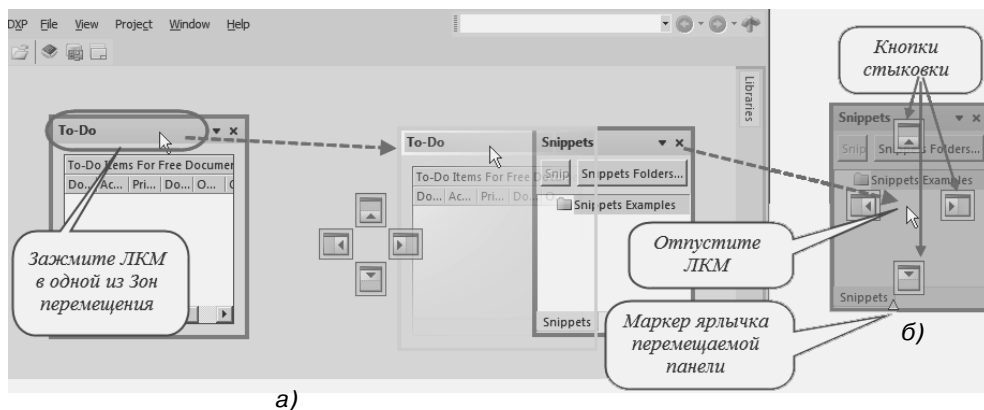

Рис. 1.11. Объединение панелей по варианту «книга»:
1. Зажмите ЛКМ в одной из зон перемещения (зоне 1 или 2) рабочей панели **To-Do** и перемещайте курсор в направлении второй панели (рис. 1.11, а).
2. Разместите курсор в пределах второй панели вне кнопок стыковки (рис. 1.11, б) и отпустите ЛКМ. От положения курсора в момент отпускания ЛКМ будет зависеть положение ярлычка накладываемой панели.